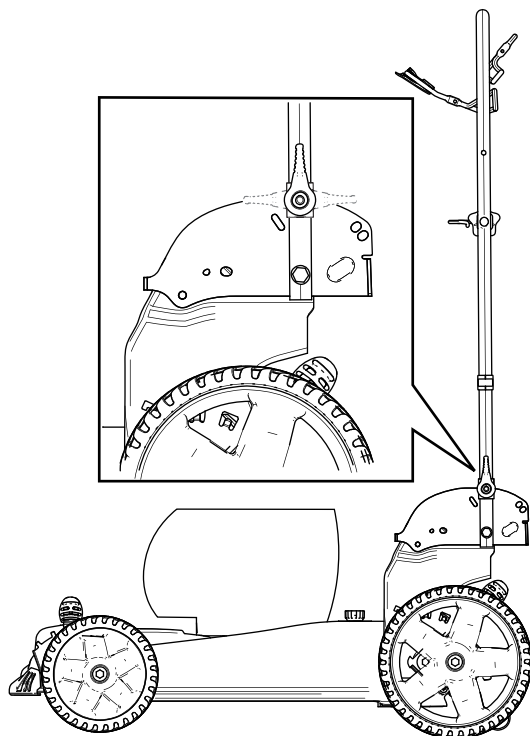

Figuur 19
1. Verwijder de elektrische startknop (Figuur 19).